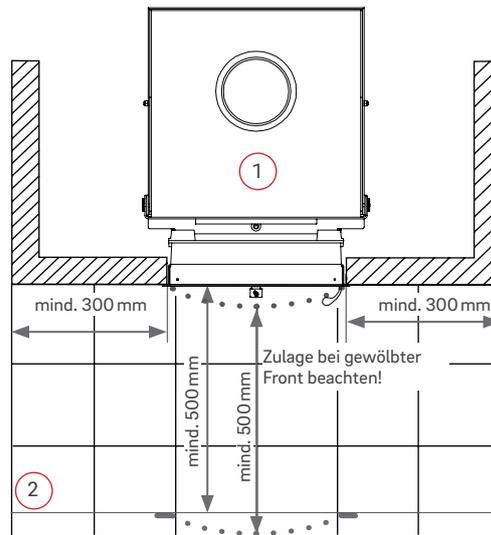

Abb.:4 Fußbodenschutz im Bereich vor der Feuerraumöffnung
- Vor der Feuerraumöffnung sind Fußböden aus brennbaren Baustoffen durch einen Belag aus nicht brennbaren Baustoffen zu schützen. Der Belag muss sich nach vorne um mindestens 500 mm und zur Seite um mindestens 300 mm über die Frontplatte hinaus erstrecken (Abb.: 4).